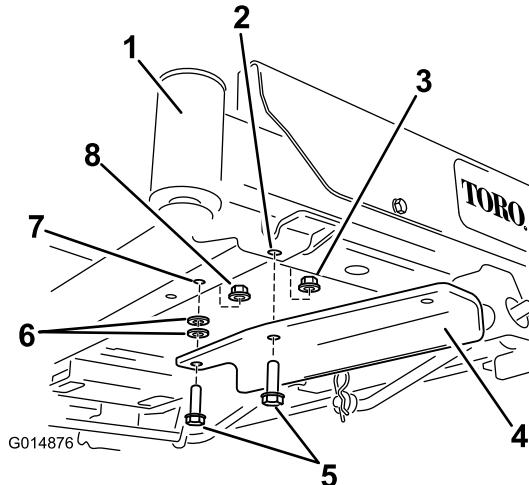

Figura 6
- Si la máquina no tiene pedal de elevación asistida, sujeté el soporte usando dos pernos ($\frac{3}{8}$ " x 1 $\frac{1}{4}$ "), dos arandelas y dos contratuerca ($\frac{3}{8}$ "") (Figura 6).